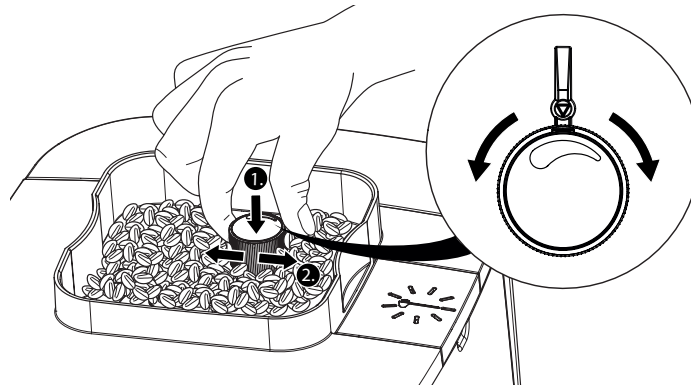

Abb. 8: Mahlgrad einstellen
5. Stellen Sie jetzt den Mahlgrad der Bohnen am Mahlgradregler ein. Drücken Sie hierfür den Mahlgradregler nach unten und drehen Sie ihn (Abb. 8)